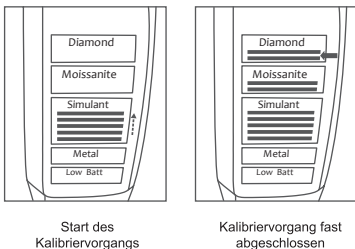

Abb. 1.14
7. Während der Kalibrierung leuchten die Anzeigen für „Simulant“ (Imitat), „Moissanite“ (Moissanit) und „Diamond“ (Diamant) allmählich auf und es werden regelmäßige Tonsignale ausgegeben. Die LED-Anzeige „Diamond“ (Diamant) zeigt dabei das Ende des Kalibriervorgangs an, wie in **Abb. 1.14** gezeigt.